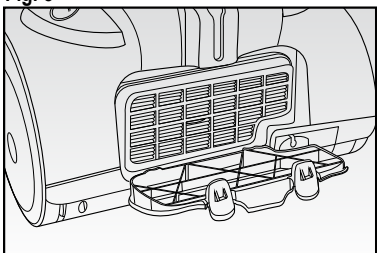

Fig. 10
- Quitar la tapa del filtro de descarga mediante la correspondiente palanca (FIG. 10).